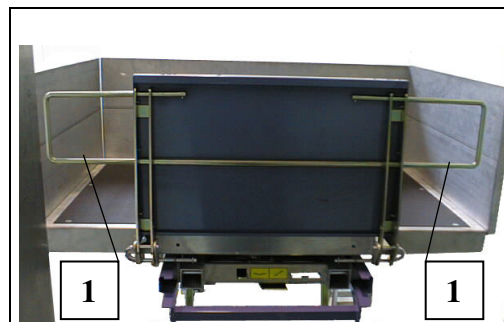

fig. 46 Sponda di scarico
- Spingere verso l'esterno il telaio di protezione (fig. 46 pos. 1).